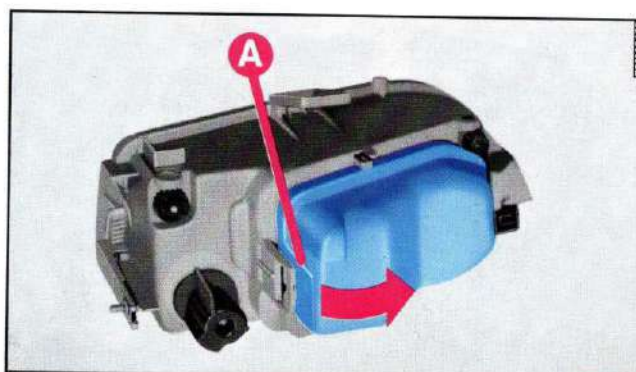

fig. 17
- 1) Togliere il coperchio premendo con un cacciavite sulla linguetta **A**-fig. 17.